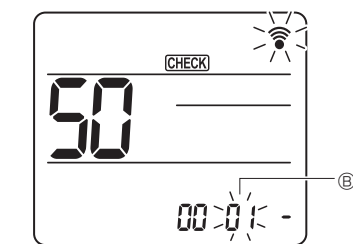

Fig. 6-18
③ Seleccione um modo
Prima o botão [DOWN] para definir o número do modo ②. (Fig. 6-18)